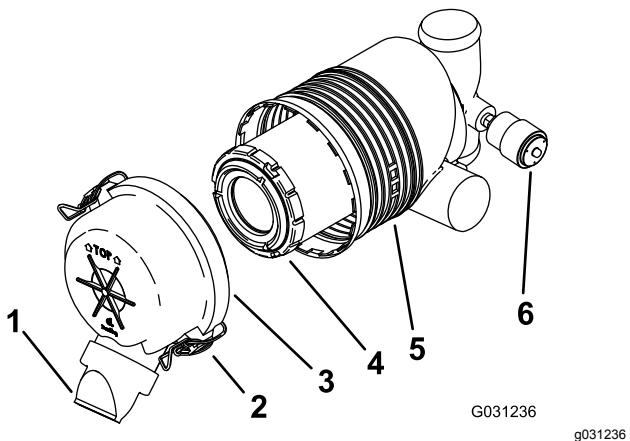

Bild 30
Wichtig: Tauschen Sie den Luftfilter nur aus, wenn die Wartungsanzeige rot ist (Bild 30). Das frühzeitige Auswechseln des Luftfilters erhöht nur die Gefahr, dass Schmutz in den Motor gelangt, wenn Sie den Filter entfernen.
5. Lösen Sie die Riegel am Luftfilter und ziehen Sie die Abdeckung vom Luftfiltergehäuse ab (Bild 30).
- Wenn die Wartungsanzeige durchsichtig ist, setzen Sie die Luftfilterabdeckung auf (die Staubkappe sollte nach unten zeigen) und befestigen Sie die Riegel (Bild 30).
1. Schieben Sie den Filter vorsichtig aus dem Luftfiltergehäuse heraus (Bild 30).
3. Setzen Sie den Filter vorsichtig ein (Bild 30).
4. Setzen Sie die Luftfilterabdeckung auf (die Staubkappe sollte nach unten zeigen) und befestigen Sie die Riegel (Bild 30).